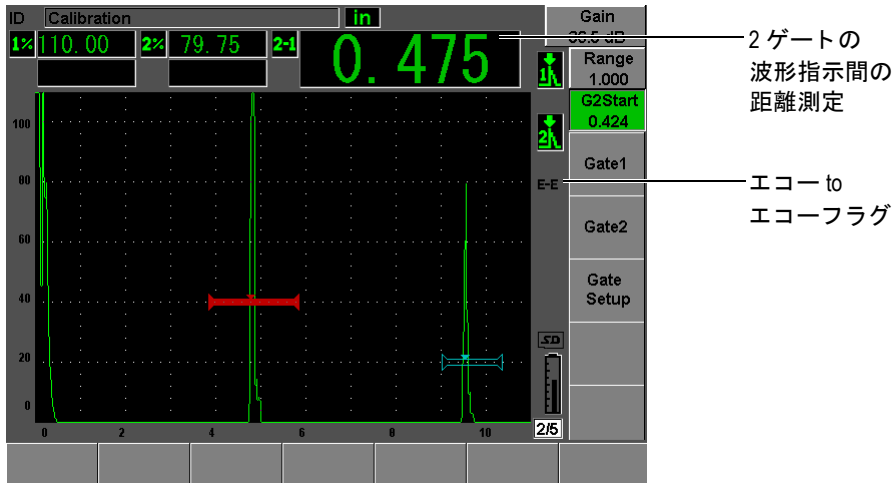

図 8-6 エコー to エコー測定の例
2. 145 ページ図 8-6 の例にあるように、ゲート 1 を最初に検出するエコーの上に配置し、ゲート 2 を 2 番目に検出するエコーの上に配置します。